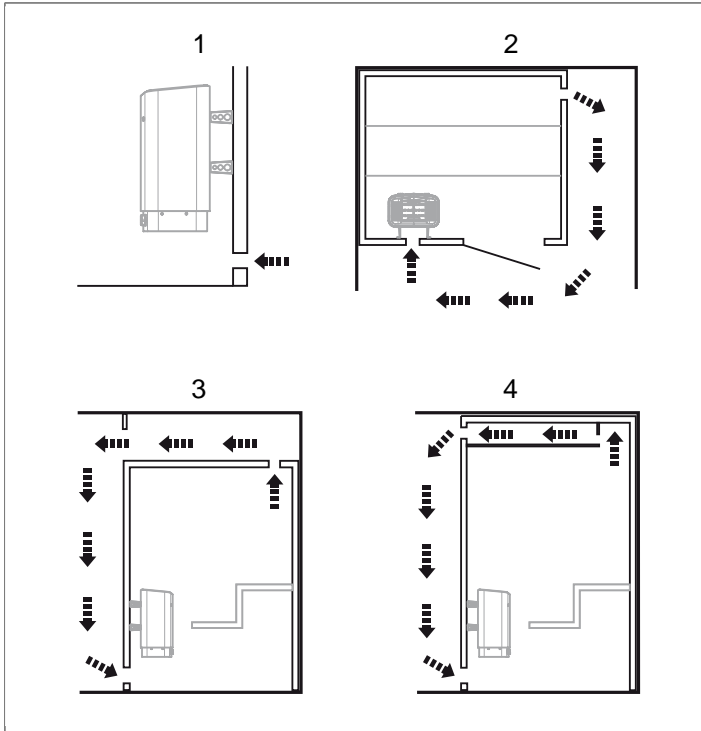

Abb. 4: Position des Zu- und Abluftventils
- Mit größtmöglichem Abstand zum Zuluftventil, z. B. diagonal gegenüber, siehe **Abb. 4**, Seite 3
- Oben an der Wand oder an der Decke, siehe **Abb. 4**, Seite 3